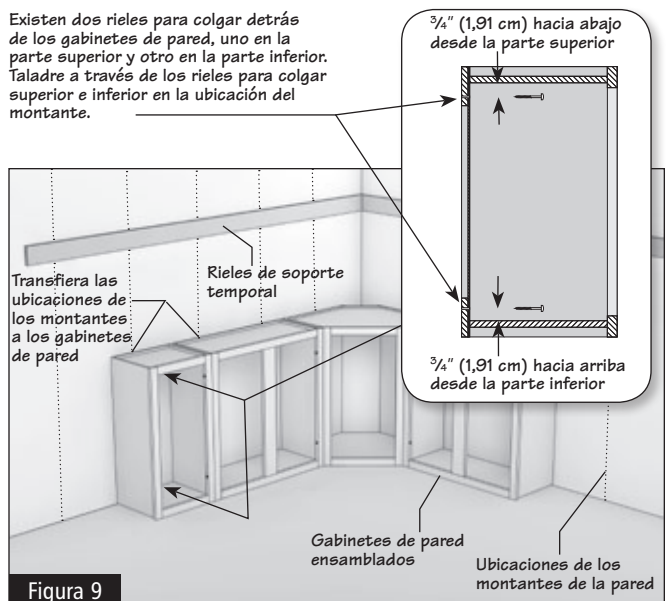

Figura 9
2.8 Una vez que todos los gabinetes estén preensamblados en el piso, tome medidas desde la esquina hacia la primera marca en el montante y traspase la medida hacia el interior del gabinete que desea instalar. Repita este paso con cada uno de los montantes. Ahora taladre agujeros de $\frac{7}{32}$ " (0,56 cm) para la instalación desde los rieles para colgar superiores e inferiores dentro del gabinete, $\frac{3}{4}$ " (1,91 cm) hacia abajo desde la parte superior y $\frac{3}{4}$ " (1,91 cm) hacia arriba desde la parte inferior. (Figura 9)